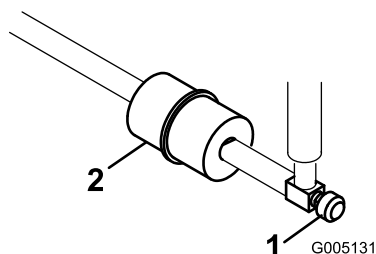

Figure 41
Le filtre à carburant est incorporé dans la conduite d'alimentation, entre le réservoir de carburant et le carburateur (Figure 41).
1. Fermez le robinet de carburant, desserrez le collier de flexible côté carburateur et débranchez la conduite d'alimentation du filtre (Figure 41).
2. Placez un bac de vidange sous le filtre, desserrez l'autre collier de flexible et déposez le filtre (Figure 41).